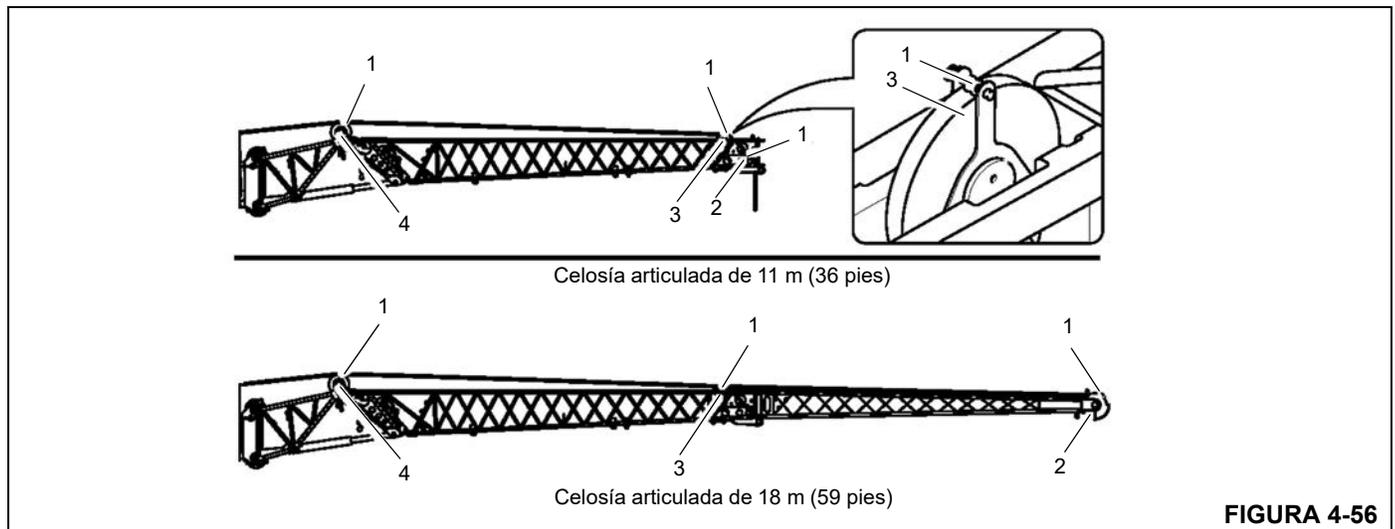

FIGURA 4-56
1. Retire las poleas de retención (1) (Figura 4-56).
2. Guíe el cable por las poleas deflectoras (4), (3) y sobre la polea de punta (2) de la extensión.
3. Vuelva a instalar las poleas de retención (1) y asegure con pinzas de retención.
2. Retire las poleas de retención (1) (Figura 4-56).
3. Saque el cable de la polea de cabeza (2) y de las poleas deflectoras (4), (3) y colóquelo sobre el suelo, en el lado izquierdo.